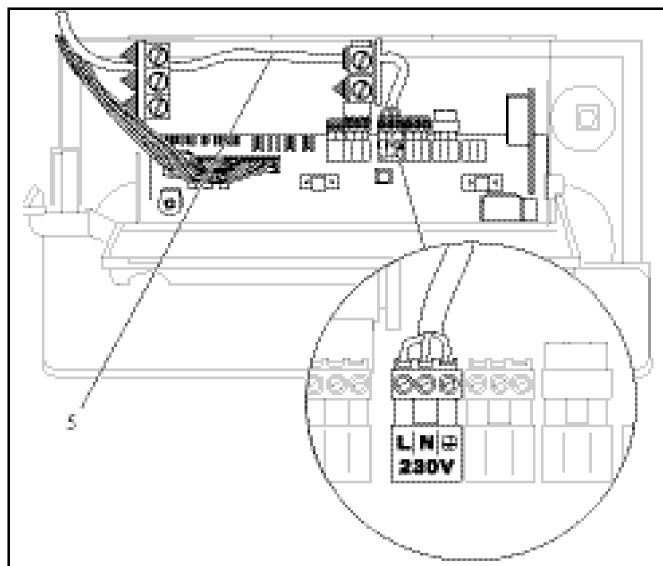

Рис. 4.9 Пример прокладки кабеля
- затем введите кабель (5) в электронный блок и укоротите его по мере необходимости (рис. 4.9)
- снимите изоляцию на, приблизительно, 2-3 см и заизолируйте каждую жилу по отдельности (см. рис. 4.9)
- затем проденьте провода (5) в электронный блок и укоротите их по мере необходимости (рис. 4.9)
- снимите изоляцию с проводов на, приблизительно, 2-3 см и заизолируйте каждую жилу по отдельности (см. рис. 4.9)